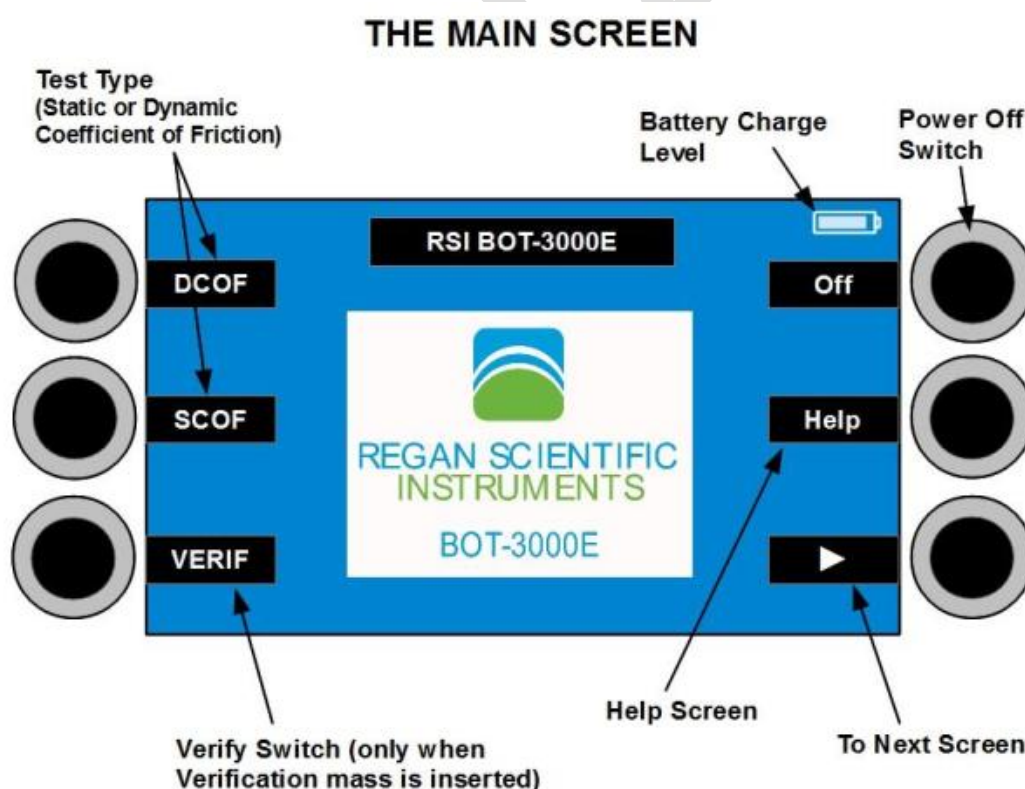

Figure 2
- 5、将出现校验选项指示（图 2 左下方）
- 4、按下静态摩擦系数（SCOF）或动摩擦系数（DCOF）开关，根据所需测试类型选择（图 2）。